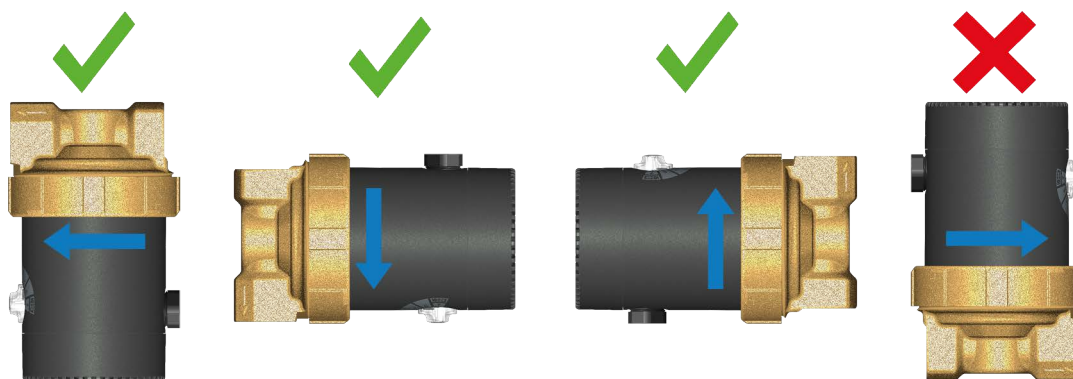

Figura 5
- Instalați într-una dintre pozițiile de montare permise (consultați **Figura 5** de la pagina 16).